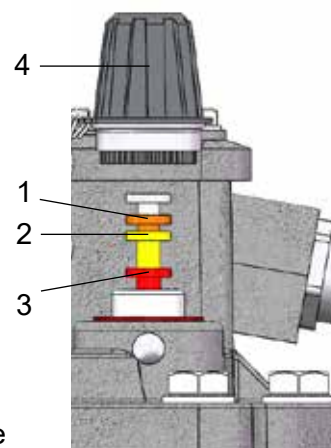

Fig. 7c – Botão de teste
- Desenroscar a grande porca de capa (Fig. 7c/ n° 4)
- Premir devagar o botão de teste até à posição 1 (Fig.7c/ n° 1) e manter premido (controlo do sistema de resposta superior – 1° aviso)
- Premir metade do curso o botão de teste, até à posição 2 (Fig. 7c/ n° 2) e manter premido (controlo do sistema de resposta superior - 2° aviso)
- Premir o botão de teste até que encontre resistência (Fig. 7c/ n° 3) e manter premido (controlo do sistema de resposta inferior – desativação)